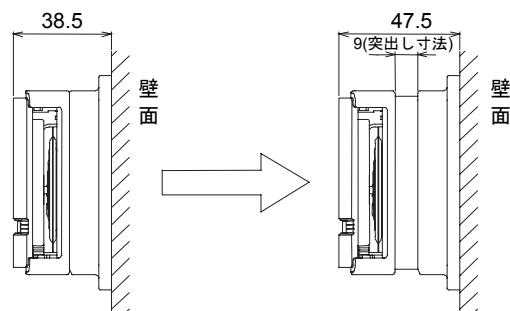

図19
- (5) 本体ユニットが突き出た状態(図19)が、取り付けの完了です。